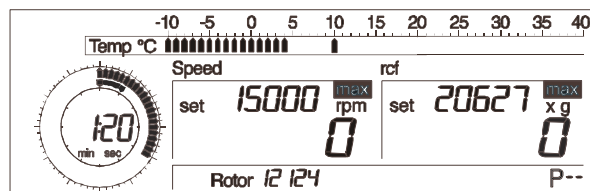

Abb. 5.18: Solltemperatur liegt über der Ist-Temperatur
- Liegt die Solltemperatur über der Ist-Temperatur, wird sie durch einen einzelnen Balken in der Temperaturskala dargestellt (Abb. 5.18).